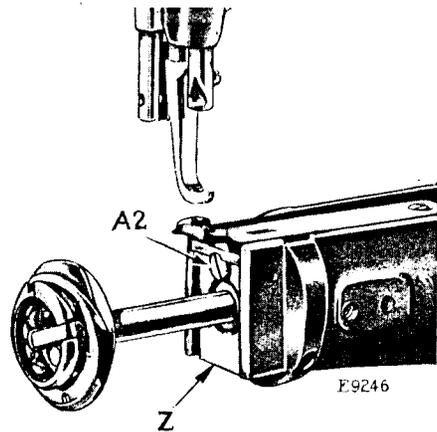

FIG. 22. AJUSTE DE LA PLANCHA CORREDIZA DE LA PLANCHA IMPELENTE
Sáquese la plancha de aguja, aflójense los tornillos de sujeción en la polea de correa que conecta con el eje del gancho, y sáquese el gancho y el eje. Luego aflójese el tornillo (A2, Fig. 22) de la plancha corrediza de la plancha impelente (Z, Fig. 22), y álcese o bájese la plancha corrediza (Z), conforme sea necesario, hasta que la superficie de la plancha impelente se mueva a nivel con la superficie de la plancha de aguja. Apriétese el tornillo (A2), pónganse de nuevo el eje del gancho, la polea y la plancha de aguja en sus respectivos puestos, y de acuerdo con instrucciones en página 18.